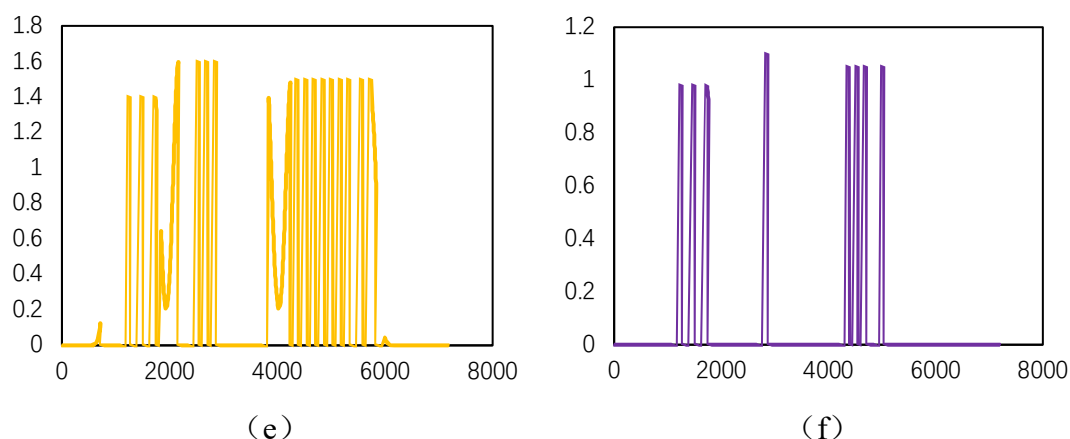

图 23: (a) ~ (f) 分别对应 1~6 号的 6 个油箱各自的供油速度曲线
6 个油箱供油速度曲线如图 23 (a) ~ (f) 所示：
飞行器飞行过程中 6 个油箱各自的供油速度曲线；	图 23
- (1) 各个油箱的供油速度是否超过该油箱参数中所规定的输送油量上限；
- (2) 任意时刻下 4 个主油箱的总供油速度是否大于等于飞机的耗油速度；
为了验证 (1)，从图 23、表 17 中可得 1~6 号油箱的实际供油速度分别为 0.66715678、1.7、1.7、1.5、1.6、1.1（单位为 kg/s），均不大于附件一中给出的油箱的最大供油速度限制 1.1、1.8、1.7、1.5、1.6、1.1。